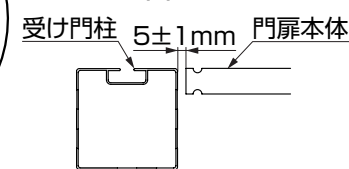

図2-2
- 片開きの場合、門扉本体と受け門柱のチリ寸法は5±1mmに調整してください。(図2-2参照)
- ③内外寸法を決めたあと、固定ボルトをスパナで締付けてください。